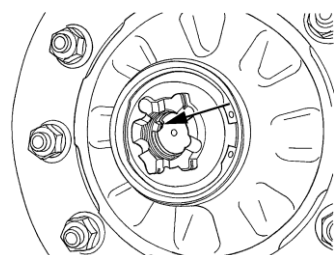

図2
- ① アクスルスピンドル部を清掃し、グリースECO-Li Plusを全面に薄く塗布する。
- ② ブレーキドラムをアクスルスピンドル中心に合わせてディスクの突起をアクスルスピンドルの溝に合わせる。図2